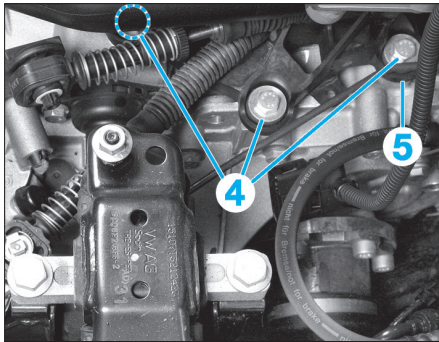

FIG. 26
- les câbles (2) et (3) de leur logement respectif,
- les 3 vis (4) et le support (5) (Fig.26).